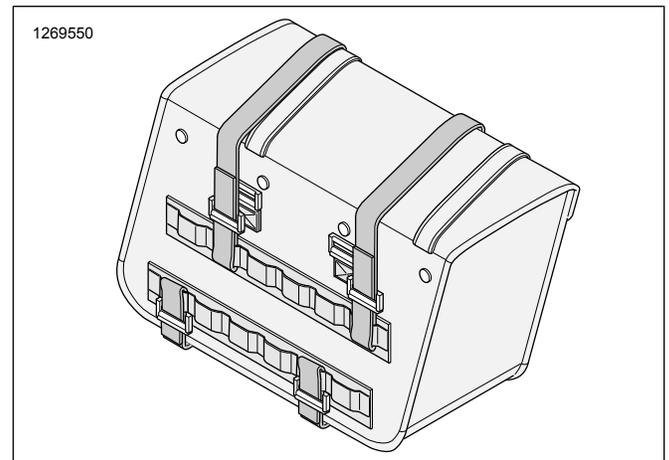

図2。マジックテープの取り付け(例)
2. 図2サドルバッグの裏面にマジックテープを3つ以上取り付けます。